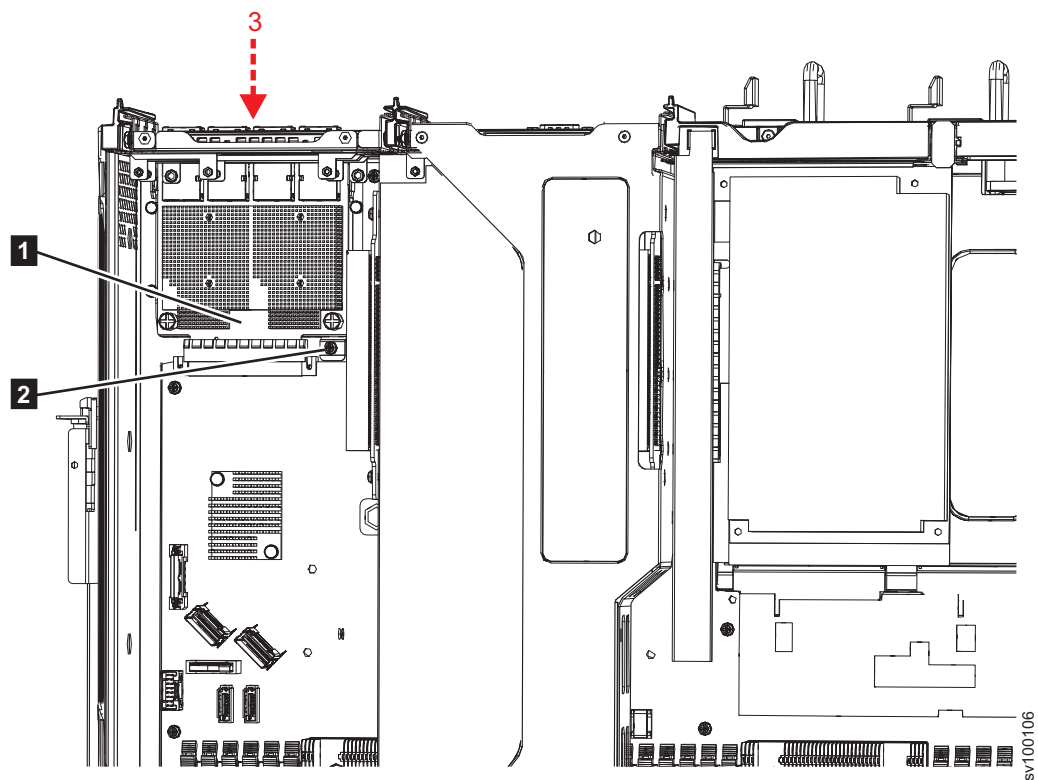

图 213. 更换 2145-SV1 以太网边缘板
11. 将新的以太网边缘板穿过位于节点后部的端口孔（**3**），如第 270 页的图 213 中所示。